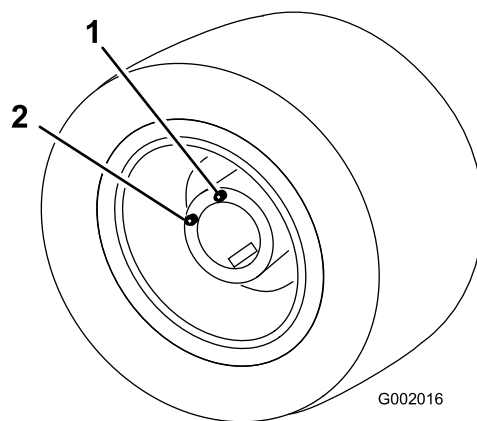

図 51
5. 今度は点検/ドレンプラグが(図 51)の位置補給位置にくるように駐車する